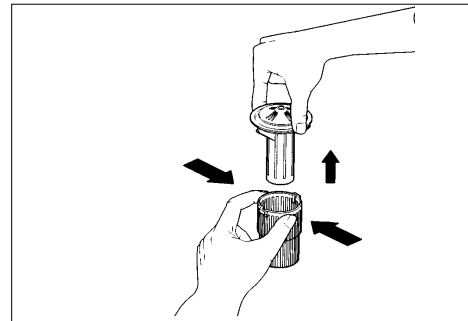

fig. 13c
- Verwijder de filtergroep (C) door de lipjes linksom te draaien (1). Neem de filtergroep rechtstandig uit (2).
- Verwijder het microfilter (D) door de bajonetsluiting open te draaien.
- Verwijder de zeef door in het filterhuis te knijpen (zie fig. 13c). Neem tegelijkertijd de zeef rechtstandig uit.